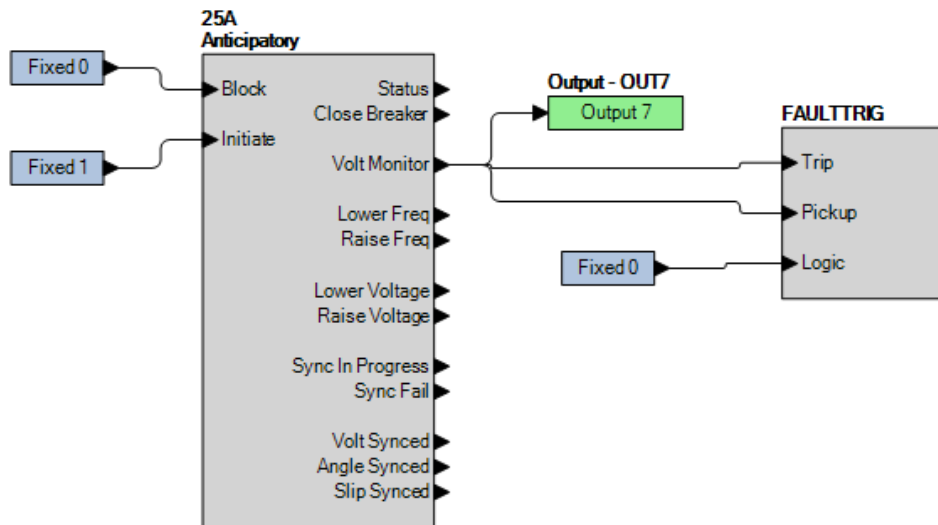

Figure 83-3. Paramètres 3 BESTlogicPlus (25A)
Étape 2 : Utilisez BESTCOMSPi^{us} pour configurer la Logique programmable BESTlogicPi^{us} illustrée dans la Figure 83-3.